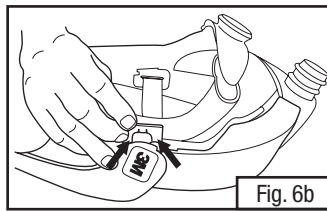

Fig. 6b
- Con los cascos de protección al revés y el marco del visor en la posición hacia arriba (abierto), tire hacia abajo las pinzas de resorte de metal (hacia el interior del casco) hasta que toquen la placa posterior. Tire hacia afuera para quitarlo. Utilice una herramienta con suavidad si es necesario (por ejemplo, un destornillador de hoja plana). Retire el marco del casco de la Serie M (Fig. 6b).